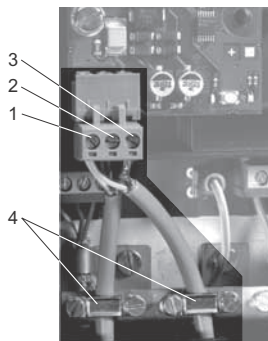

Fig. 2 Ligação da LON
Consulte a fig. 2.
1. Ligue os condutores ao terminal A (pos. 1).
2. Ligue os condutores ao terminal B (pos. 2).
3. Ligue as extremidades entrelaçadas da blindagem ao terminal "Blindagem" (pos. 3).
A blindagem só pode ser ligada ao terminal da blindagem do módulo CIM 1XX LON. Consulte a fig. 2, pos. 3.
A blindagem do cabo nunca pode ser ligada à terra através de uma braçadeira de ligação à terra. Consulte a fig. 2, pos. 4.